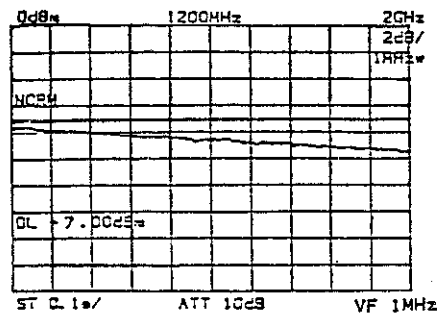

図 4-36 ケーブル損失特性
⑦ ケーブル損失に応じて被測定波形がディスプレイ・ラインから離れて表示されず(図4-36)。